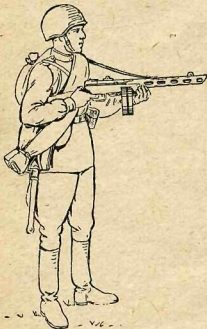

Рис. 73. Автомат в положении для стрельбы на ходу
менять следующий способ для стрельбы стоя: взять автомат, как указано на рис. 73, направляя дулом на цель, обстреливать её автоматическим огнём.
2) При удалении цели на расстояние меньше 100 м огонь можно вести, не прекращая движения. Для этого, удерживая автомат левой рукой за кожух, а правой за шейку ложи и прижимая приклад к правому боку (рис. 73), вести огонь с рассеиванием по фронту, направляя автомат дулом на цель. При израсходовании патронов быстро, если надо, продолжать стрельбу.